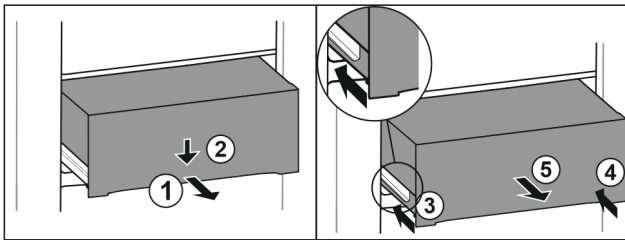

Fig. 182
- ▶ Schubfach halb herausziehen. Fig. 182 (1)
- ▶ Schubfach an der Vorderseite nach unten drücken. Fig. 182 (2)
- ▶ Linke Schiene etwa 2 cm einschieben. Fig. 182 (3)
- ▶ Rechte Schiene etwa 2 cm einschieben. Fig. 182 (4)
- ▶ Schubfach nach vorne entnehmen. Fig. 182 (5)